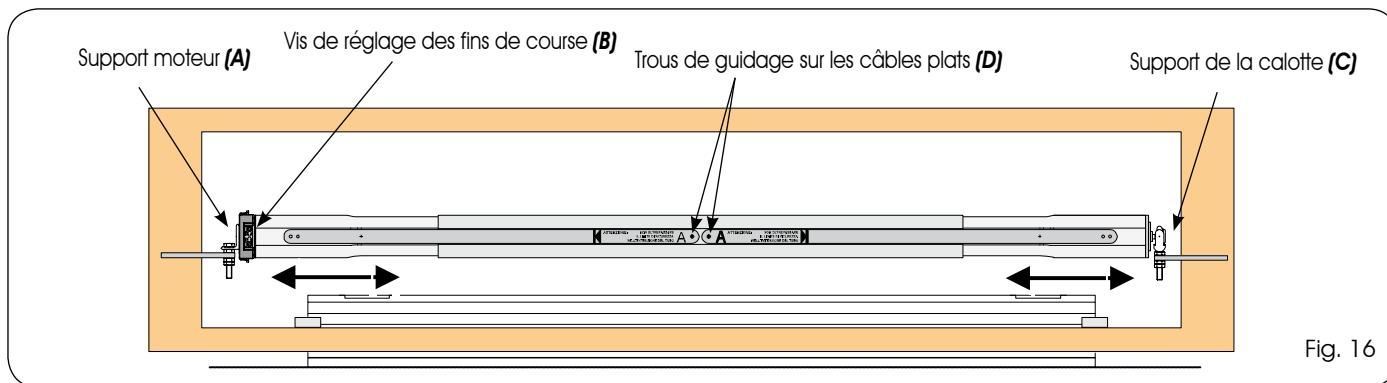

Fig. 16
2. Desserrer la vis qui serre le câble plat (Fig.16 réf.D)